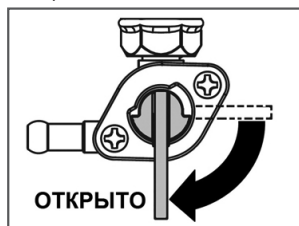

Рис. 11 Рычаг топливного крана
3. Откройте топливный кран переводом рычага в вертикальное положение (Рис. 11).
- Откройте топливный кран переводом рычага в вертикальное положение (Рис. 11).